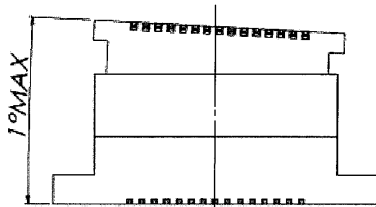
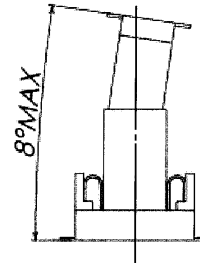

図 2/Fig.2
図 3/Fig.3
- ・誘い込み時の角度は図 2~図 3 になりますので、記載角度以下で位置決めをして下さい。
- ・ Figure 2 and 3 show guiding angle. Please locate it below the described angle.